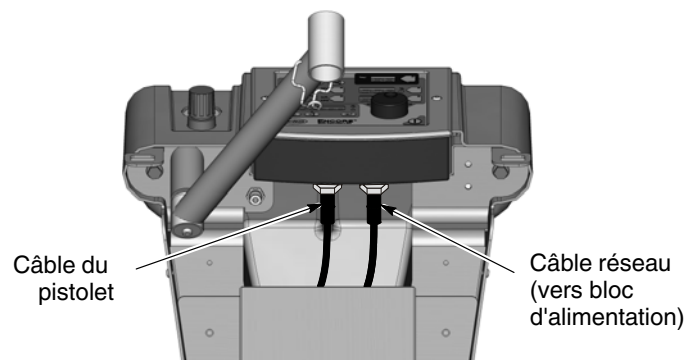

Figure 3-11 Raccordement du câble du pistolet au module d'interface – Systèmes mobiles
1. Systèmes mobiles : Voir la figure 3-11. Faire passer le câble du pistolet de pulvérisation dans l'arrière de la colonne du diable et le remonter à travers le dessus à l'avant. Le câble pourra ainsi être attaché avec le tuyau de purge et de lavage à l'air de l'électrode.